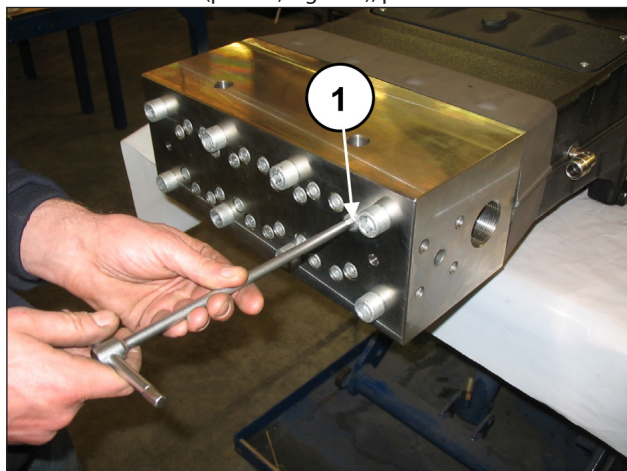
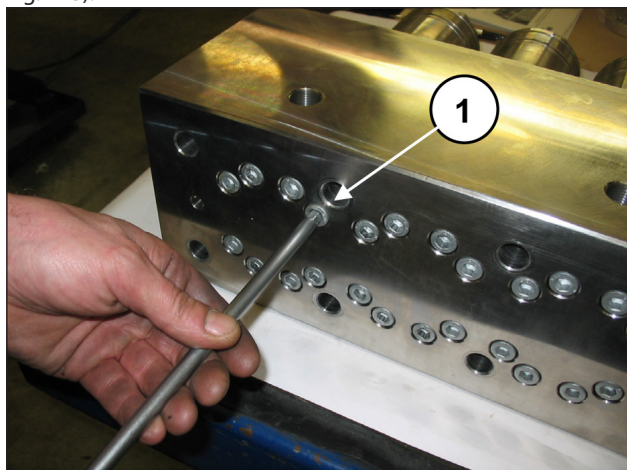
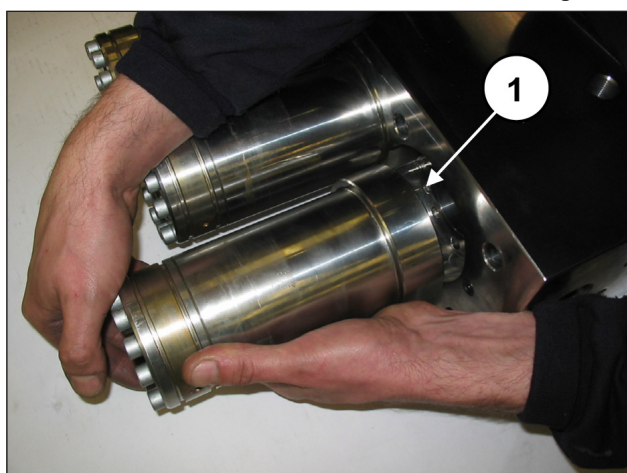

Fig. 106
Fig. 112
Fig. 113
Para extraer los grupos de válvula operar del siguiente modo: Aflojar, sin extraerlos, los tornillos M10x140 que fijan las camisas a la cabeza (pos. ①, Fig. 106), para liberarlas.
Extraer los tornillos M10x140 que fijan las camisas a la cabeza (pos. ①, Fig. 112) y extraer los grupos de camisas (pos. ①, Fig. 113).
Para extraer los grupos de pistón operar del siguiente modo: Desmontar la cabeza y el distanciador de las camisas del cárter de la bomba como se indica en el apart. 2.2.1 (de Fig. 106 a Fig. 113).